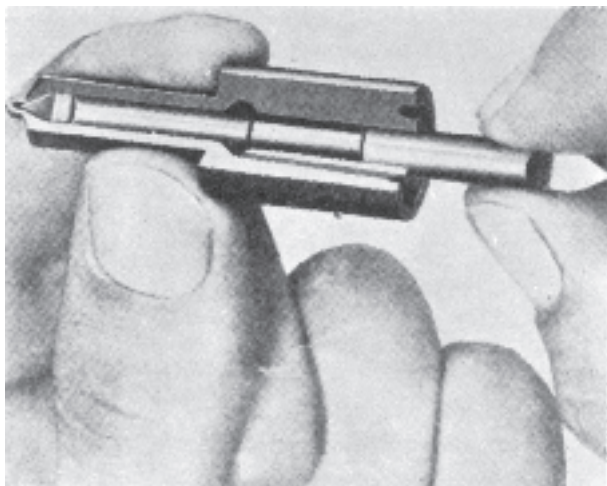

Fig. 57. Rengöring av munstyckssäte
6. Munstyckets säte rengörs med en sätesbrottsch, fig. 57.